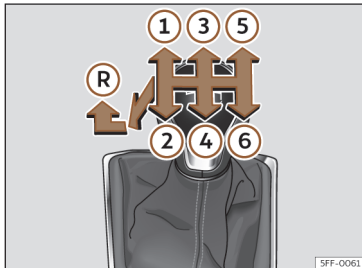

Fig. 119 Esquema de uma caixa de velocidades manual de 6 velocidades.
Na alavanca das velocidades indicam-se as posições das velocidades >>> **Fig. 119**.
- Com a alavanca das mudanças em ponto morto, pressione-a para baixo, mova-a para a esquerda até ao fim e depois para a frente para selecionar a marcha-atrás >>> **Fig. 119** (R).